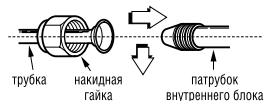

Рис. 17
- Установите развальцованные трубы соосно со штуцером (рис. 17).